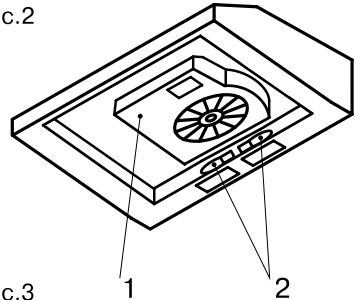

Рис.3
3. Заслонка для изменения режимов работы вытяжки (см. рис. 3). Заслонка снята – вытяжка работает в режиме отвода воздуха в вентиляционную шахту; заслонка вставлена – вытяжка работает в режиме рециркуляции. Описание режимов смотри ниже. В поставляемые части входят:
Если вытяжка крепится на стену, то, как правило, она используется для работы в режиме рециркуляции. В этом случае на нее следует установить угольный фильтр, вставить заслонку, показанную на рис. 3, в предназначенное для нее отверстие на коробе мотора и закрыть выходное отверстие сверху вытяжки заглушкой, представленной на рис. 3.2.
Если вытяжка будет работать в режиме рециркуляции, то разметку для отверстия под гибкий воздуховод делать не следует. Установите на вытяжку угольный фильтр, вставьте заслонку, показанную на рис. 3, в предназначенное для нее отверстие на коробе мотора и закройте выходное отверстие сверху вытяжки заглушкой, представленной на рис. 3.2. Наметьте точки под крепежные винты, просверлите отверстия и закрепите вытяжку на шкафчике.